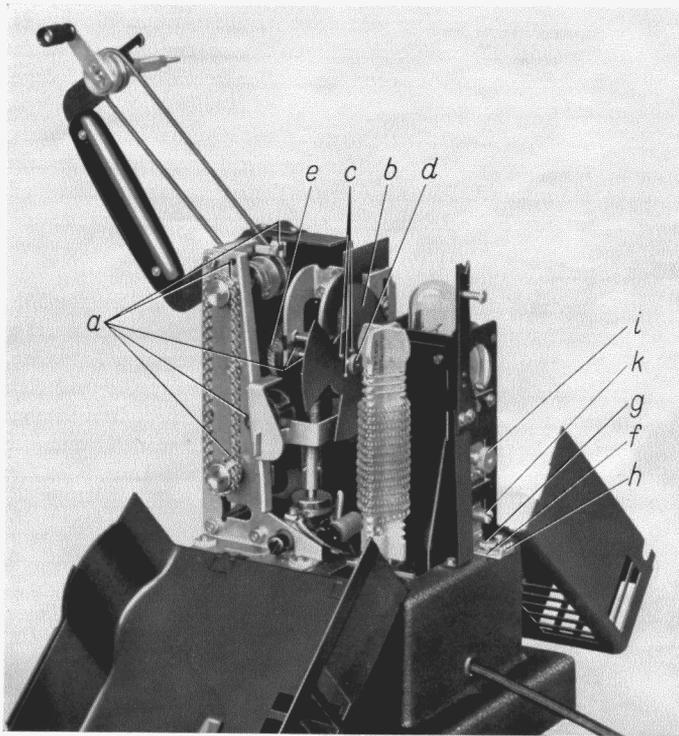
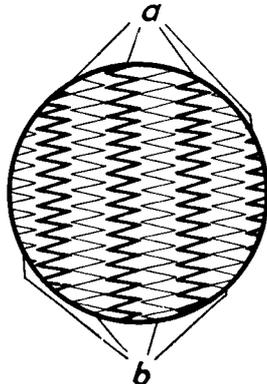

Bild 11. Getriebeansicht des Projektors, Widerstandsseite.
Bild 12.
Beim Auswechseln Schutzgehäuse (a in Bild 3) abnehmen, Widerstand (d) herausnehmen, dann Rändelmutter (d in Bild 11) lösen. Blende paßt nur in einer Lage (Stifte c in Bild 11)!
2. Beide Madenschrauben, mit denen das Schraubenrad (e in Bild 11) auf seiner Achse befestigt ist (Madenschrauben sind in Bild 11 nicht sichtbar), lösen und Blende (b) leicht verdrehen:
Schraube (g in Bild 11), die den verschiebbaren Fuß (f) mit der Lampenfassung festhält, lockern und Fuß am Handgriff (h) nach vor- oder rückwärts oder seitlich verschieben. Rändelmutter (i) lösen und Lampenfassung mit Handgriff (k) nach auf- oder abwärts verschieben. Zum Prüfen der Einstellung bei eingeschaltetem Projektor Lupe oder zweites Objektiv vor Apparatobjektiv halten, oder Apparatobjektiv weit aus der Fassung herausziehen. Dadurch werden auf dem Bildschirm die Wendelbilder und dazwischen die vom Hohlspiegel entworfenen Spiegelbilder der Wendeln sichtbar. Die richtige Einstellung ist dann erreicht, wenn die Spiegelbilder (b in Bild 12) in gleichmäßigen Zwischenräumen zwischen den Wendelbildern (a) liegen und Wendelbilder wie Spiegelbilder scharf zu erkennen sind.